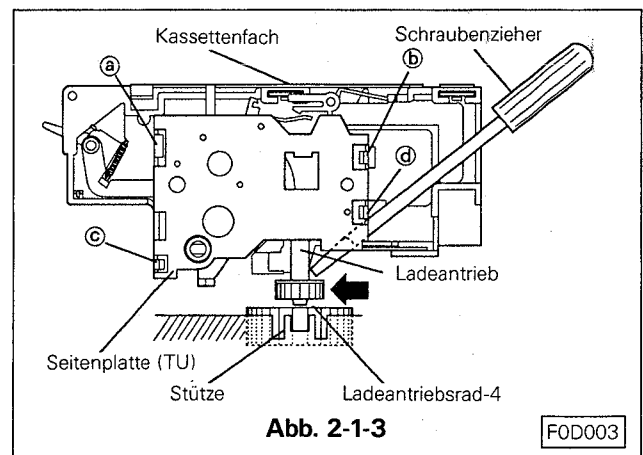

Abb. 2-1-3
- Bringen Sie das Kassettenfach über die Positionslöcher ① und ②, und schieben Sie es mit den beiden U-Löchern ③ und ④ placiert an der Front rechts und links unter die Befestigungspinne. (erst die linke Seite)
- Das Kassettenfachantriebsrad ist nach Abschnitt B. in den meisten Fällen noch nicht in dem Halter fixiert. In diesem Falle bewegen Sie das Antriebsrad durch drücken in Richtung vorwärts, damit es im Antrieb einrastet. Siehe Abb. 2-1-3 ist es wie oben beschrieben nicht möglich, das Antriebsrad einrasten zu lassen, schieben Sie das Antriebsrad 4 a etwas unter das Deck und das Kassettenfachantriebsrad ist sehr einfach zu fixieren.
- Das Kassettenfach mit den Schrauben ①, ②, ③ und ④ befestigen.
#### 2-2-1 Ausbau (siehe Abb. 2-1-3, 2-2)
- Die Halteschnapper (①, ②, ③ und ④) der Platte an der Aufwickelseite des Kassettenfaches lösen und die Platte entfernen. (Siehe Abb. 2-1-3)
#### 2-2-2 Einbau (siehe Abb. 2-1-3, 2-2)
- Die Seitenplatte am Kassettenfach Aufwickelseite aufsetzen und in die Schnapper ①, ②, ③ und ④ einrasten. (Siehe Abb. 2-1-3)